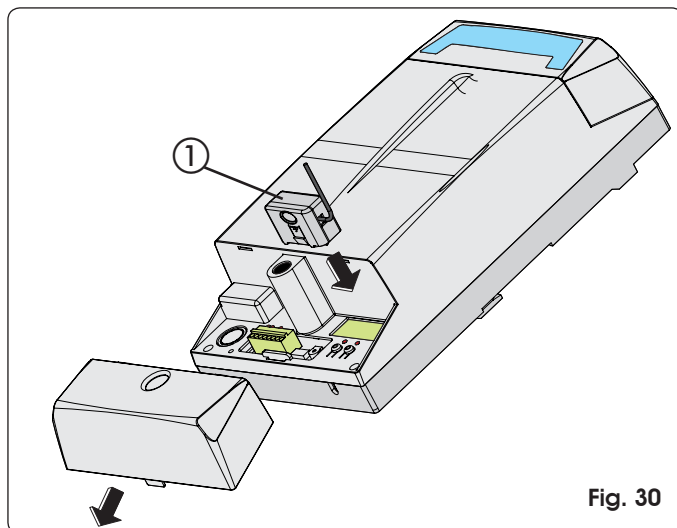

Fig. 30
De apparatuur is voorzien van een geïntegreerd decodersysteem (DS, SLH, LC) met twee kanalen, OMNIDEC genaamd. Met dit systeem kan, door middel van een aanvullende ontvangstmodule (Fig. 30 ref. ①) en afstandsbedieningen met dezelfde frequentie, zowel de volledige opening (OPEN A) als de gedeeltelijke opening (OPEN B) van het automatische systeem in het geheugen worden opgeslagen.